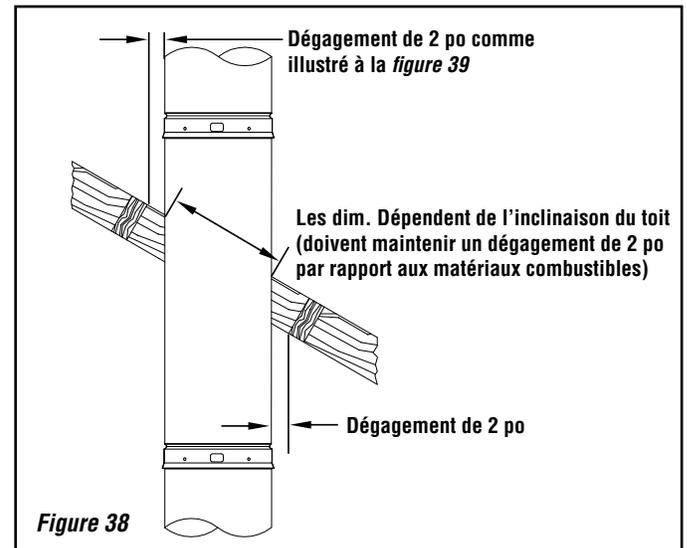

Figure 38
2. Installez la section de cheminée suivante à travers le toit. Voir **figure 38**.